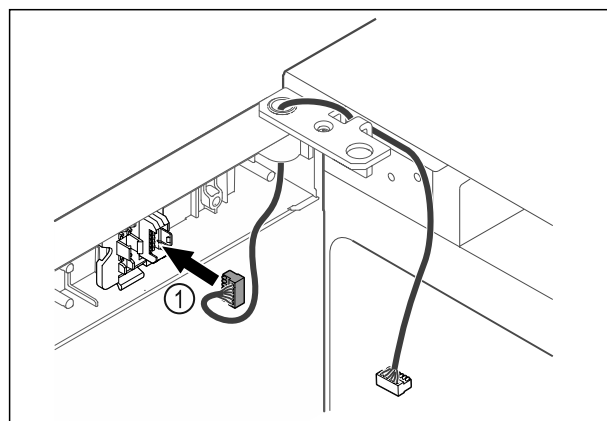

Fig. 47
- Zasuňte zástrčku Fig. 47 (1) do držáku zástrčky.